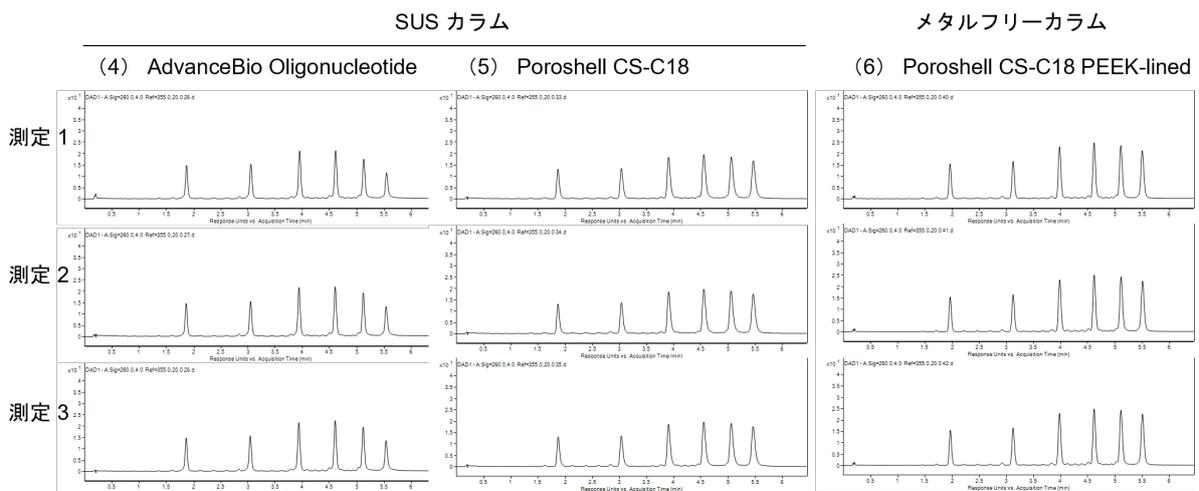

図 3. 移動相に不活性化剤を加えたメタルフリーカラムと SUS カラムの比較
次に、移動相に不活性化剤を添加した試験番号 (4) - (6) のクロマトグラムを比較しました。SUS 製の AdvanceBio Oligonucleotide と Poroshell CS-C18 では顕著な金属吸着の抑制効果が確認できました (図 3、試験番号 (4) - (5))。メタルフリーカラムの Poroshell CS-C18 PEEK-lined は、変化がありませんでした。